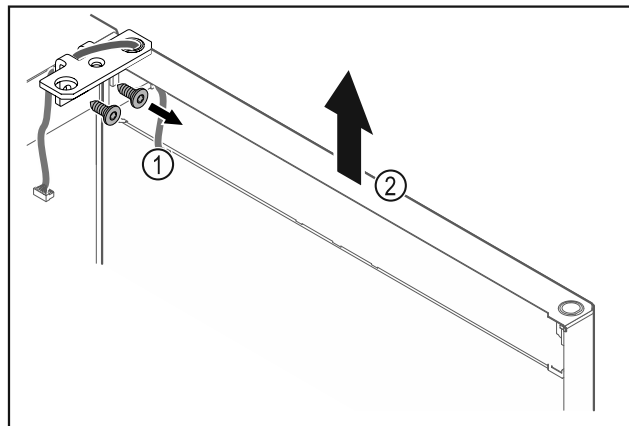

Fig. 24
- Odšroubujte úhelník závěsu Fig. 24 (1).
- Zvedněte dvířka včetně úhelníku závěsu Fig. 24 (2) přibližně 200 mm rovně směrem nahoru a vyjměte je.